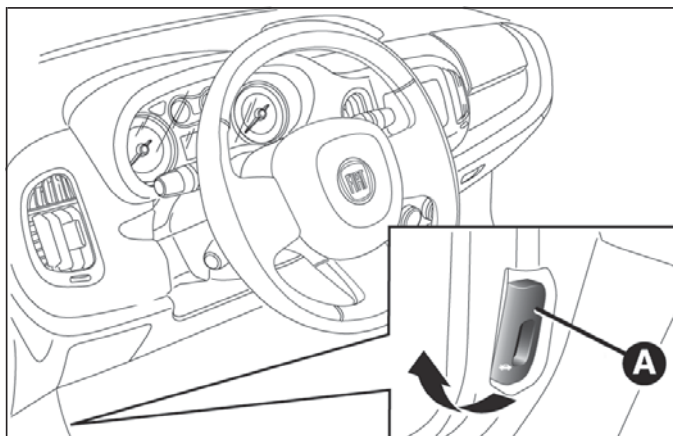

fig. 101
- ☐ tirar de la palanca A fig. 101 en el sentido indicado por la flecha;